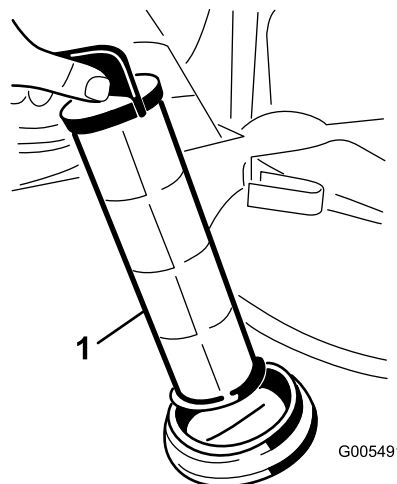

Figura 62
4. Estraete il filtro di aspirazione dal foro (Figura 62).